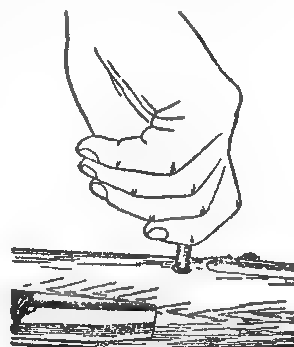

Рис. 66. Вывинчивание болта нагеля
5. Отделить ложу от ствола: положить винтовку головкой болта нагеля вверх, при помощи ключа вывинтить болт нагеля (рис. 66) и при